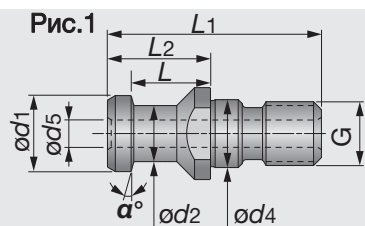

Рис. 2
• Рис.1: Отверстия для СОЖ только в элементах с суффиксом В. • Рис.2: С отверстиями для СОЖ или без них и внешним уплотнительным кольцом.